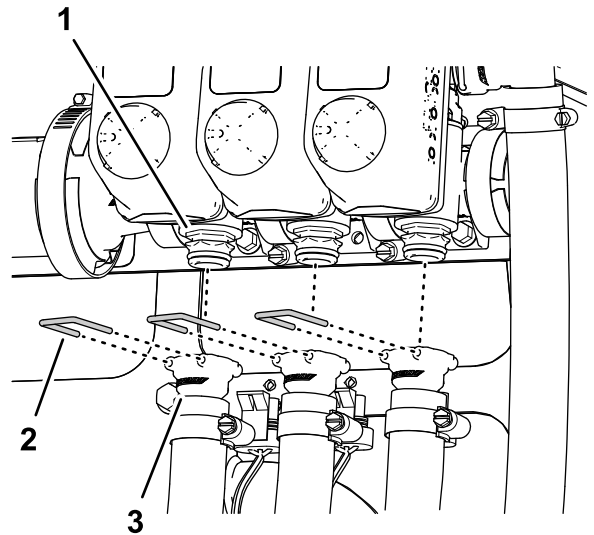

図 35
6. 左、中央、右ブームバルブでそれぞれクイックカップラ固定しているリテーナを外す 図 35。
7. 各ブームバルブのクイックカップラから、左、中央、右の各ブーム給液ホースを外し、車両からホースを外す 図 35。